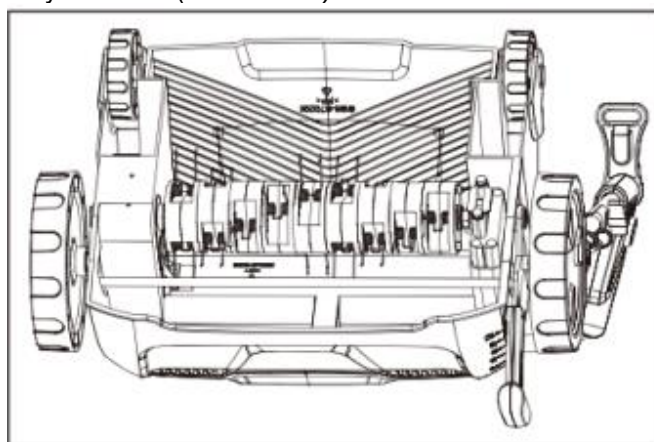

Рис. 17
5. Проверить надежность установки (см. Рис. 17).